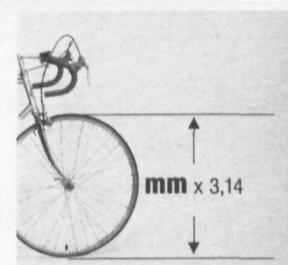

Fig. 12
De wielomtrek moet gemeten en ingegeven worden (fig. 12).
Il faut mesurer la circonference de la roue et la mémoriser comme donnée (cf. figure 12).
Si deve misurare la circonferenza delle ruote, le cui dimensioni sono da immettere nel computer (vedi, fig. 12).
Radumfang durch » 1 x Radabrollen« und Messen der Strecke (WS) feststellen (Fig. 12).